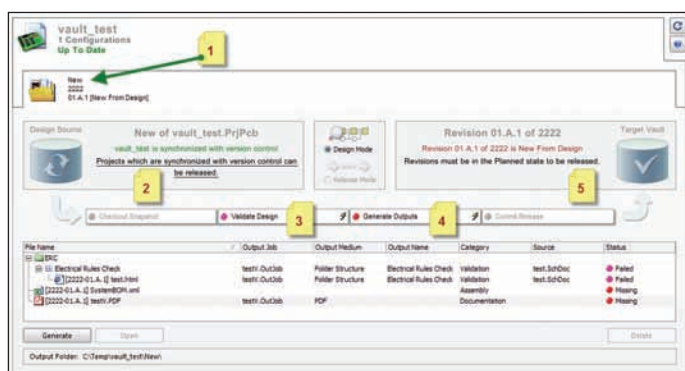

Рис. 4. Процесс сдачи проекта в хранилище Vault
При регистрации проекта в Vault он имеет определенный статус *Planned*, который будет изменяться в рамках жизненного цикла проекта. Конечным статусом проекта должен быть статус *Released*, то есть проект, сданный в хранилище и прошедший необходимый набор проверок. Для загрузки проекта в хранилище используется специальный режим работы с проектом *View* → *PCB Release View* (рис. 4).
3. **Проверка проекта (Validate Design)**. На второй стадии происходит проверка всех правил, которые ранее были предварительно настроены в файле OUTJOB и указаны в главных настройках [1]. К таким правилам относятся проверка схемы (Electrical Rule Check – ERC), проверка платы (Design Rule Check – DRC), проверка синхронизации между платой и схемой, а также проверка посадочных мест. Если хотя бы один пункт проверки завершается неудачей, дальнейший процесс невозможен. Например, на рис. 4 не прошла проверка ERC, поэтому передача проекта в хранилище была остановлена.